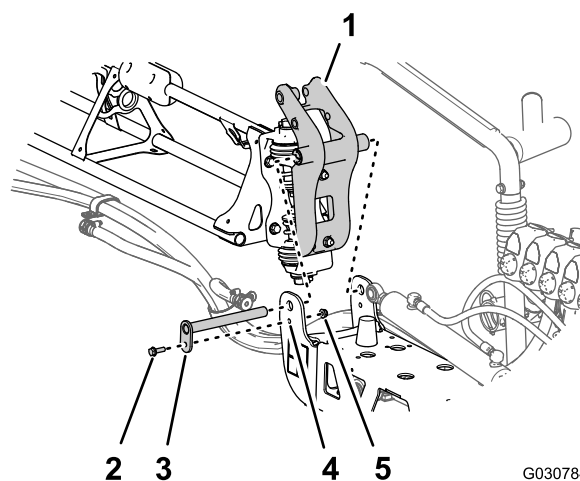

図 100
3. ブッシュを、センターブームの端部にあるピボットブラケットのフランジについている穴に合わせる 図 100。